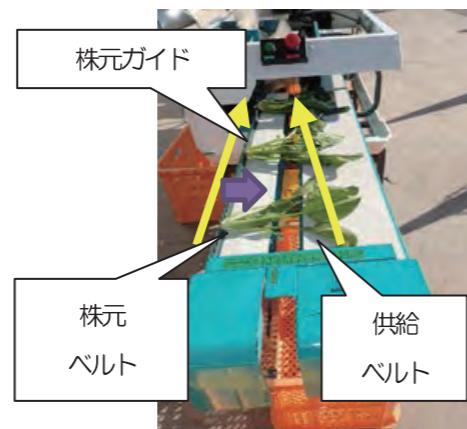

図2 供給部
- 供給部では、供給者がホウレンソウを株元ガイドに合わせて静置する（図2）と、搬送されるに従ってホウレンソウが株元ガイドに軽く押し当てられ、正確な切断位置に供給されます。